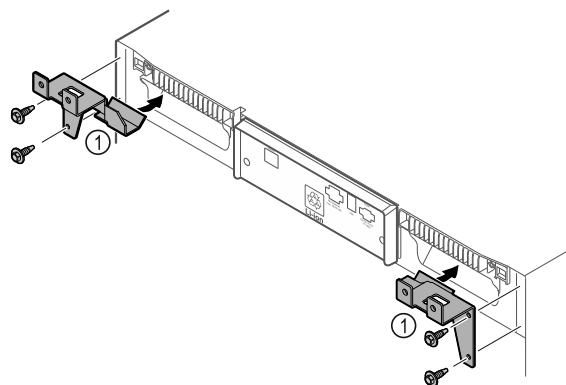

Fig. 12
- ▶ Přídržné díly Fig. 12 (1) namontujte na spotřebič pomocí samořezných šroubů.